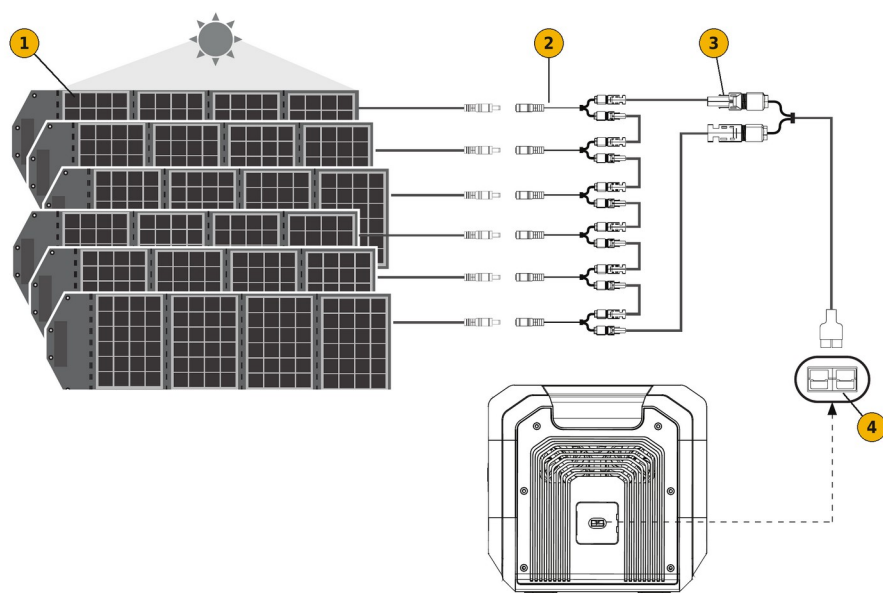

FIG. 5 — Raccordement de six panneaux solaires en série à l'entrée solaire
- 2) Branchez chaque panneau sur son adaptateur 7909–MC4 et reliez les adaptateurs en série, du positif d'un panneau au négatif du suivant (FIG. 5).